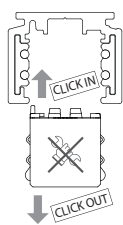

Fig. 1a
- versione standard: gli adattatori sono provvisti di meccanismo click in/click out per l'inserimento/disinserimento automatico nel/dal binario, senza l'utilizzo di tools (fig. 1a).